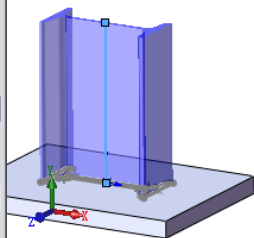

图 15-37 旋转结构构件
②在“结构构件”属性管理器中, 键入结构构件的旋转角度数值 90, 将结构构件旋转 90°, 如图 15-37 所示, 单击“确定”按钮。